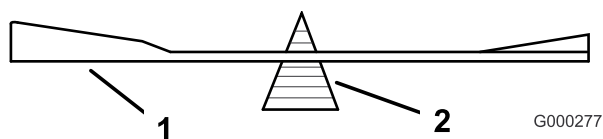

Figura 42
2. Verifique el equilibrio de la cuchilla colocándola sobre un equilibrador de cuchillas (Figura 42). Si la cuchilla se mantiene horizontal, está equilibrada y puede utilizarse. Si la cuchilla no está equilibrada, rebaje algo el metal en la parte de la vela solamente
(Figura 42). Repita este procedimiento hasta que la cuchilla esté equilibrada.